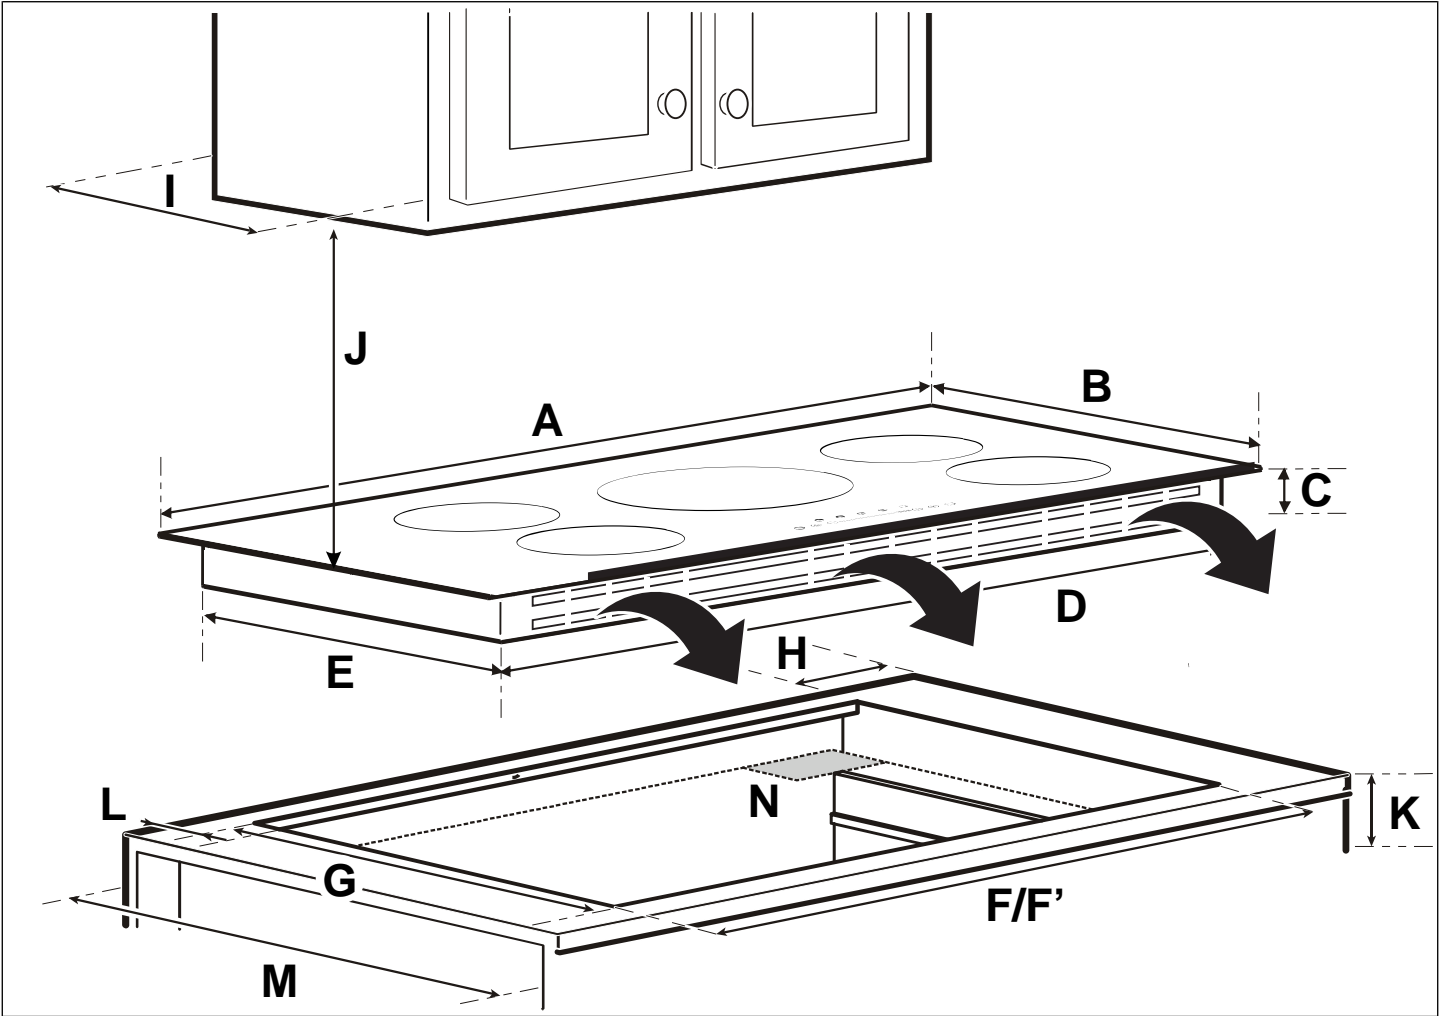

Fig. 4
- Si le panneau est présent, un carré doit être ouvert pour acheminer le câble blindé, comme indiqué dans (N) dans la Fig. 4